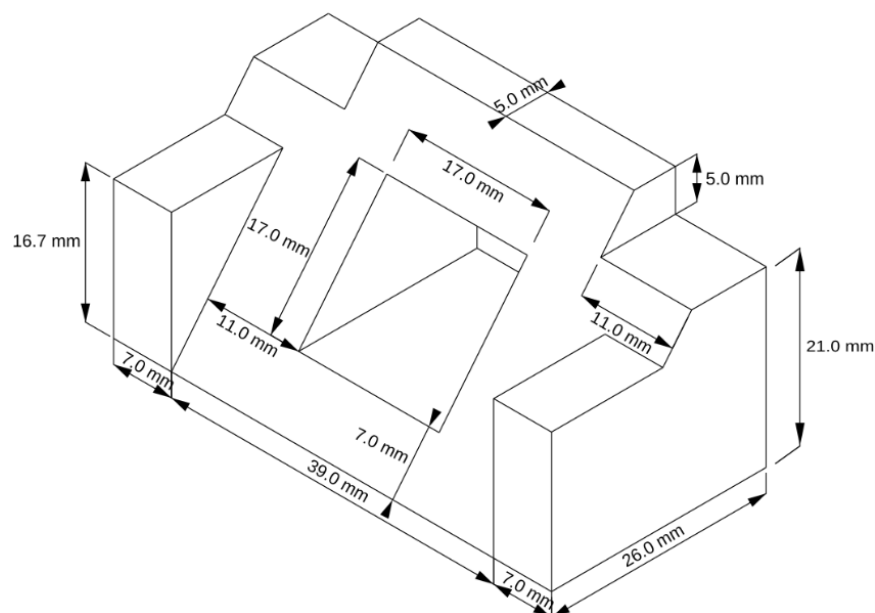

Рисунок 45 – Креслення типової деталі 2
2. Створіть креслення типової деталі 2 (рисунок 45):